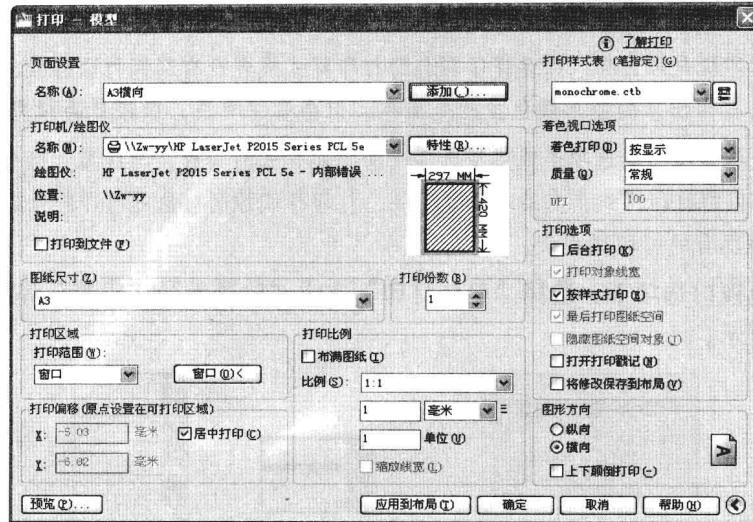

图 10-1-12
(19) 单击“确定”按钮，此时将“打印—模型”对话框中的页面设置参数保存，并作为当前页面设置，如图 10-1-12 所示。